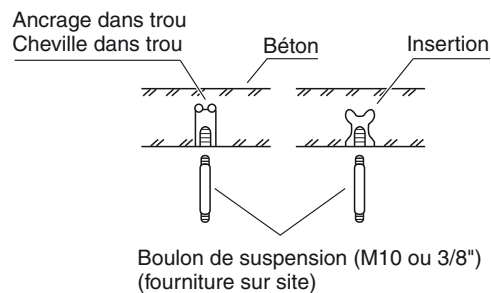

Fig. 3-1
- (1) Fixez solidement les boulons de suspension au plafond en procédant comme illustré sur les schémas (Fig. 3-1 et 3-2), en les fixant à la structure de soutien du plafond ou par toute autre méthode qui assure que l'unité sera suspendue solidement et sans danger.